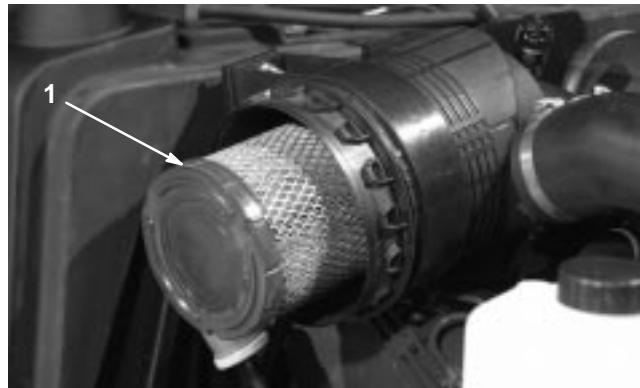
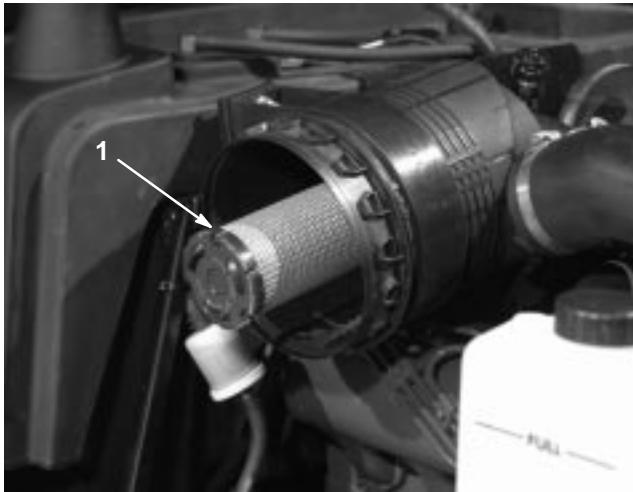

Bild 44
Bild 45
2. Schieben Sie den Hauptfilter (Bild 44) vorsichtig aus dem Luftfilterkörper heraus, damit möglichst wenig Staub aufgewirbelt wird. Vermeiden Sie ein Anstoßen des Filters am Filterkörper. Entfernen Sie den Sicherheitsfilter **nicht** (Bild 45).
Wichtig Versuchen Sie nie, den Sicherheitsfilter zu reinigen (Bild 45). Tauschen Sie den Sicherheitsfilter bei jeder dritten Wartung des Hauptfilters aus.